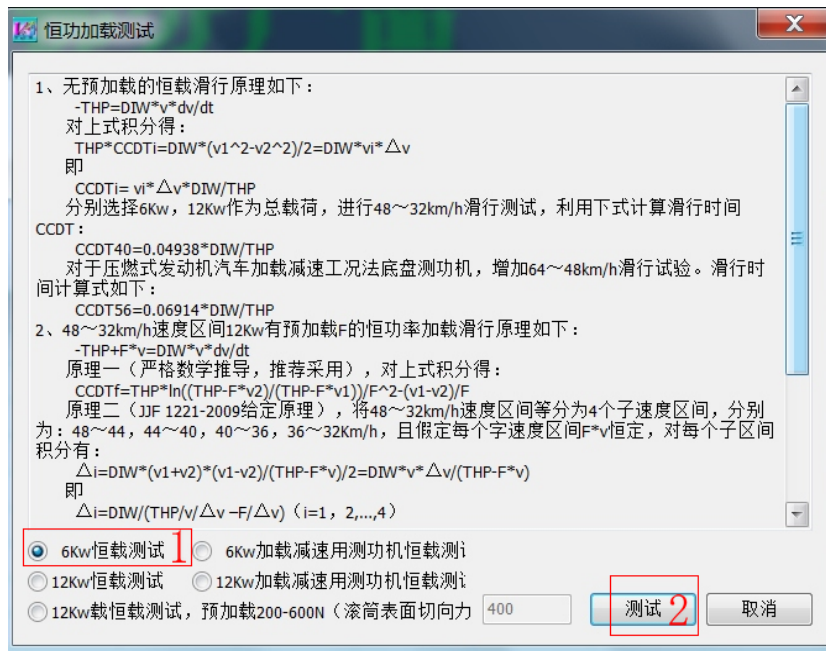

图 4.32
(1)、点击操作界面右侧的“恒载测试”弹出恒功加载测试对话框，对话框上面给出了恒功加载测试的步骤和原理。恒功加载测试的 5 个测试项目分开进行测试，前面 4 个测试项目只要勾选上后，点击右下角的“测试”就可以直接进入测试流程（见图 4.32）。